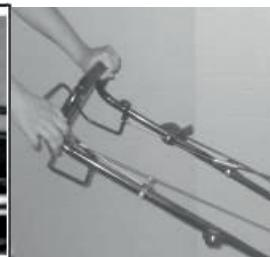

Рис.6C
3. Стой позади оборудования, возьмитесь за рукоятку управления тормозом и прижмите ее к верхней рукоятке, как показано на Рис.6C.
4. Возьмитесь за ручку стартера, как показано на Рис. 6C, и резко потяните вверх. Медленно отпустите ее к направляющему болту троса после того, как двигатель запустился.